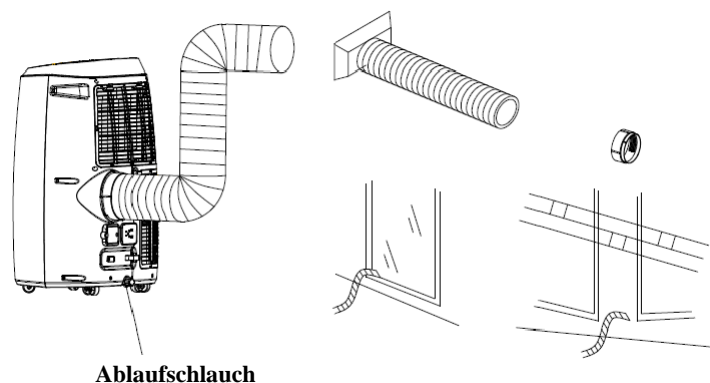

Abb. 5b
- 3) Befestigen Sie den Abluftschlauch am Gerät (Abb. 5b).
- b) Befestigen Sie den Endverbinder der Maschine am Auslass an der Rückseite des Klimageräts (Abb. 5b).